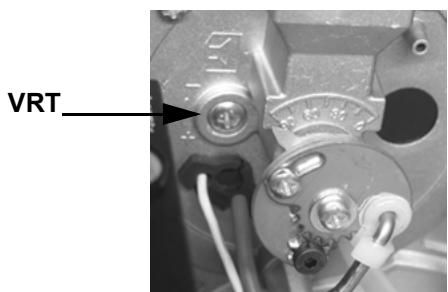
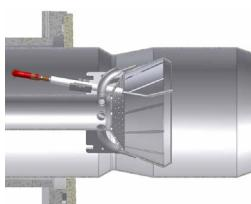
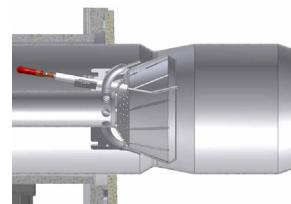

Рис. 5
Рис. 6
Рис. 7
На заводе-изготовителе голова сгорания горелки настраивается на положение максимальной мощности “MAX”. Настройка на максимальную мощность соответствует положению головы “выдвинута полностью вперед” - для стандартного типа горелок (Рис. 6) и положению “полностью назад” - для горелок с низкими выбросами NOx (Рис. 7). Установка головы в положении “полностью вперед” - подразумевает под собой ее выдвижение внутрь камеры сгорания котла, в то время положение “полностью назад” означает - в сторону оператора. Что касается работы на сниженной мощности, необходимо последовательно сдвигать голову сгорания по направлению положения “МИН”, вращая винт VRT (Рис. 5) по часовой стрелке.
- 7 вывести горелку в режим малого пламени. Чтобы изменить расход газа - расслабить винт **V1** (Рис. 7) и отрегулировать угол раскрытия дроссельного клапана, при вращении пластины **C** (по часовой стрелке - уменьшается расход газа, против часовой стрелки - увеличивается). Индикатор **S** указывает угол раскрытия